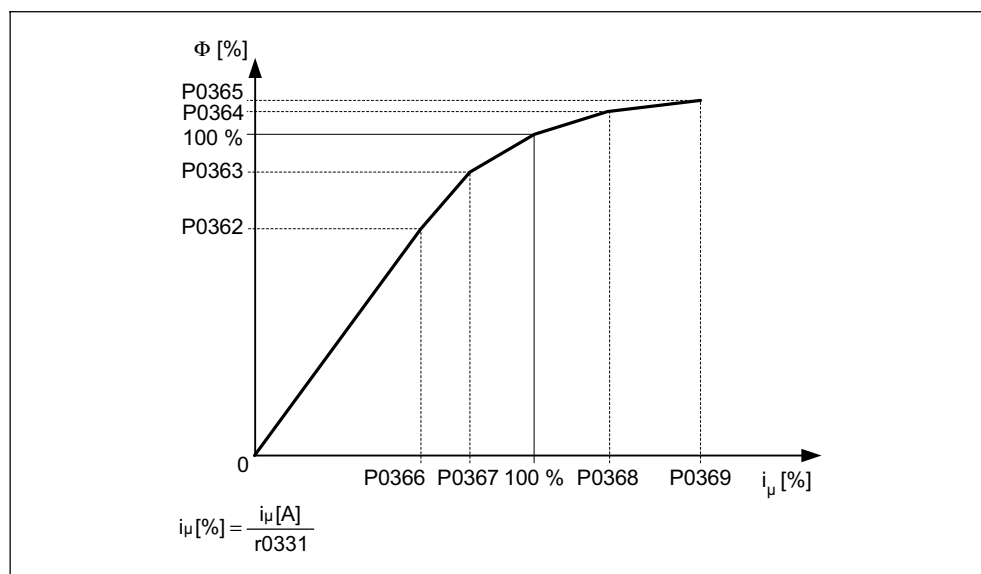

Figura 3-24 Curva de magnetización
- Curva de magnetización (véase Figura 3-24) → P1910 = 3